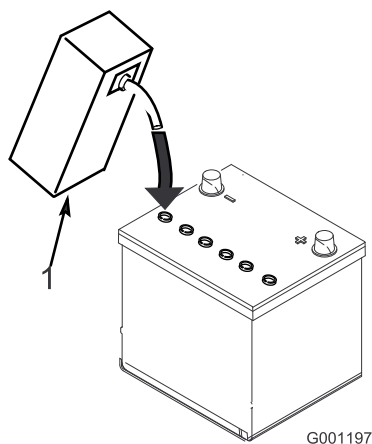

Figura 5
3. Encha cuidadosamente cada célula com electrólito até as placas estarem cobertas com cerca de 6 mm de fluido (Figura 5).
4. Aguarde aproximadamente 20 a 30 minutos para que as placas fiquem embebidas em electrólito. Se necessário, volte a colocar electrólito até ficar cerca de 6 mm acima do fundo do depósito de enchimento (Figura 5).